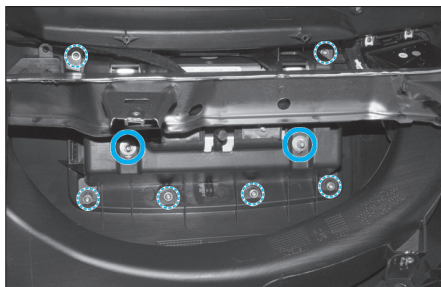

Fig. 5
- Déposer les six vis Torx de 15 ainsi que les deux écrous hexagonaux de 8 (Fig.5).